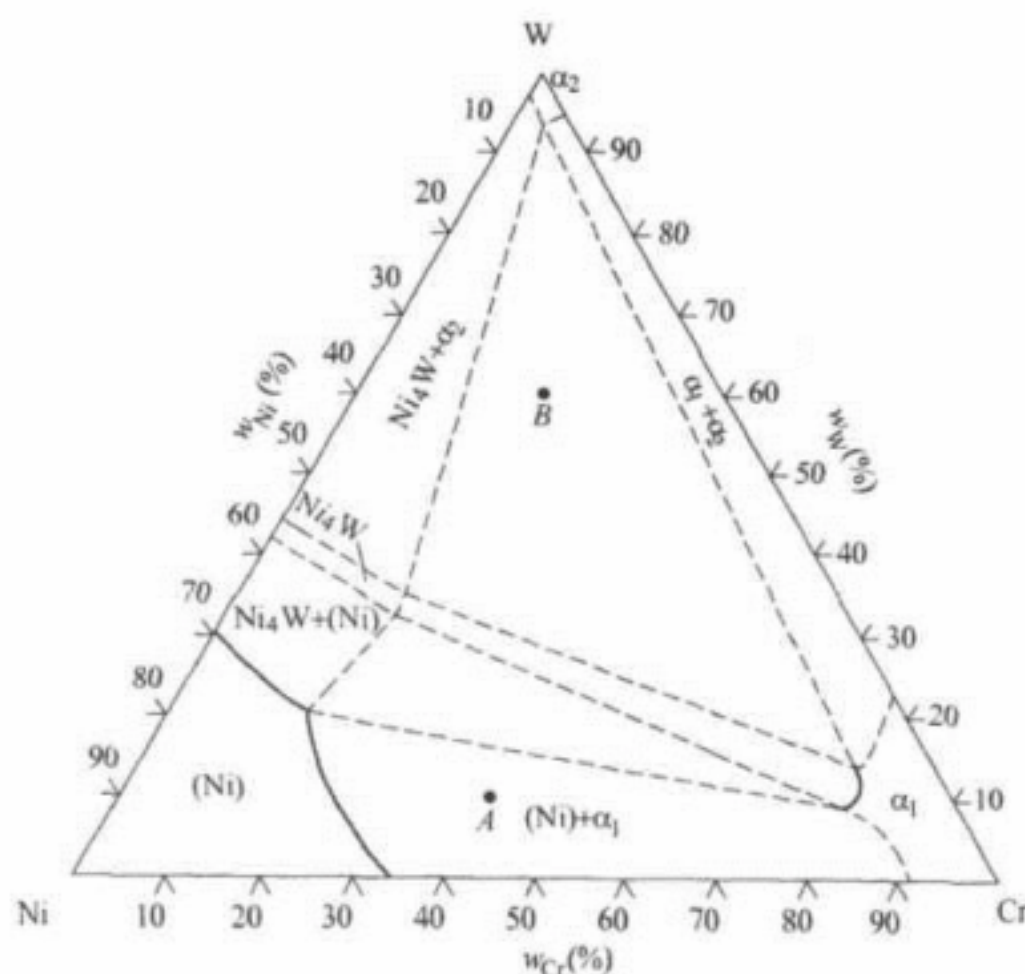

图 1
4. W-Cr-Ni三元合金 800 °C 等温截面图如图 1 所示。